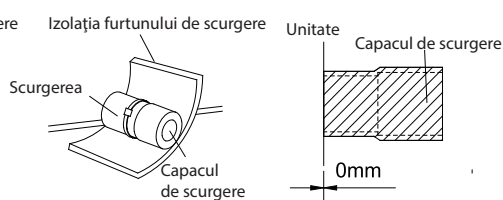

Fig.29
(10). Orificiul de drenaj care nu este utilizat ar trebui, de asemenea, să fie izolat în mod corespunzător. (Fig.29)